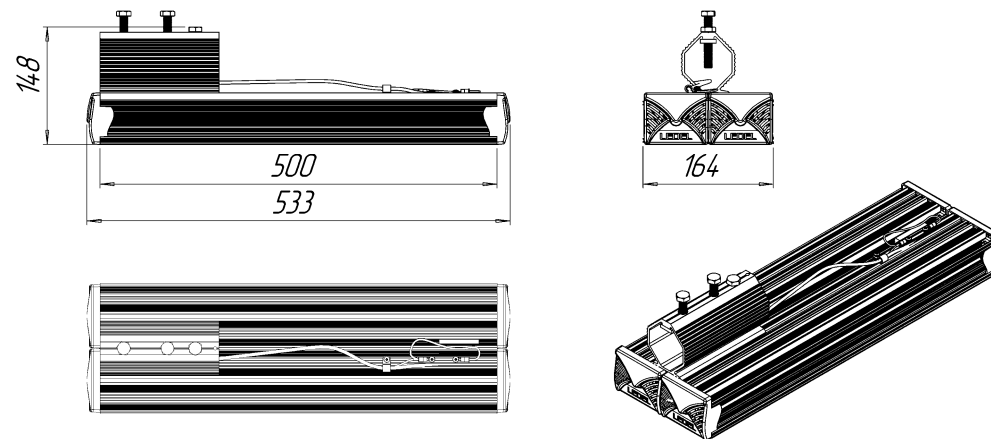

Рисунок 1 Габаритные размеры светильника «L-street 48 Standart»
- а) Ослабить фиксирующие болты (кроме ограничительного болта, см. рис. 1);